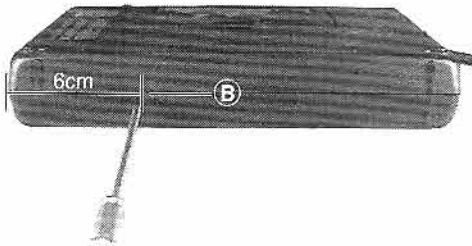

Fig.2
- 2 Rastnasen **(B)** (Fig.2,3) ausrasten (an den gekennzeichneten Stellen mit Schraubendreher senkrecht auf den Gehäuseboden drücken).